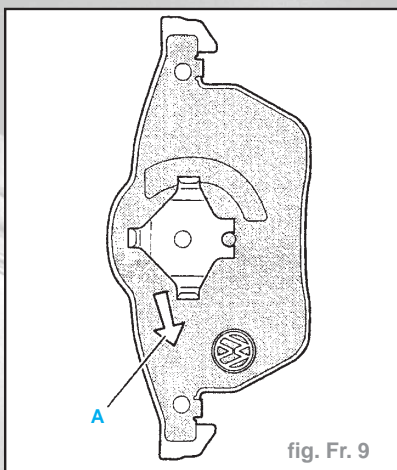

fig. Fr. 9
- En état de pose, veiller à ce que la flèche (A) sur la contre-plaque de la plaquette de frein soit dirigée vers le bas (Fig. Fr. 9).